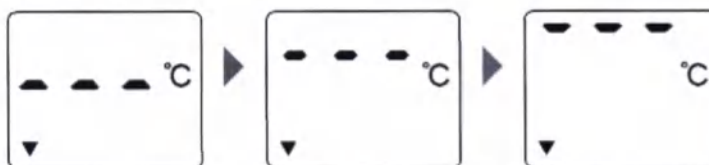

Рисунок 5
3. Коротко нажмите кнопку ПИТАНИЕ (POWER). Прибор издаст звуковой сигнал, и датчик расстояния начнет отслеживать расстояние до лба. При этом на дисплее будут перемещаться горизонтальные сегменты (Рисунок 5).